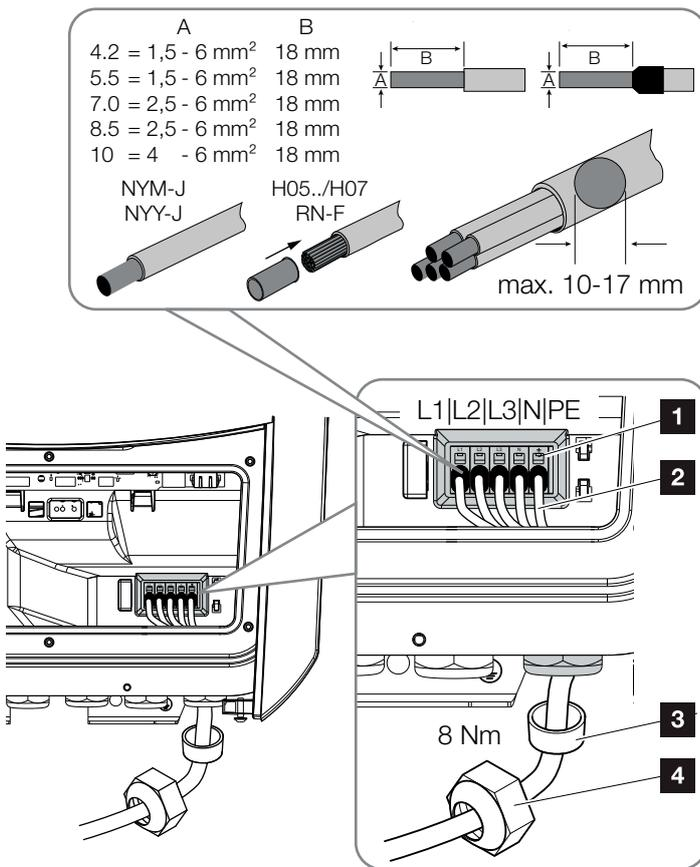

Fig. 23: Conectar el cable de potencia en el inversor
9. Conectar los conductores del cable de potencia conforme a la inscripción en el borne de conexión CA. **!** **Fig. 23, pos. 1**